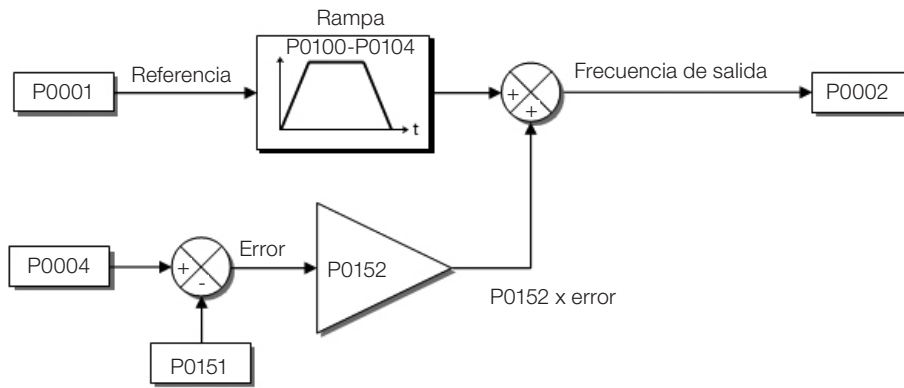
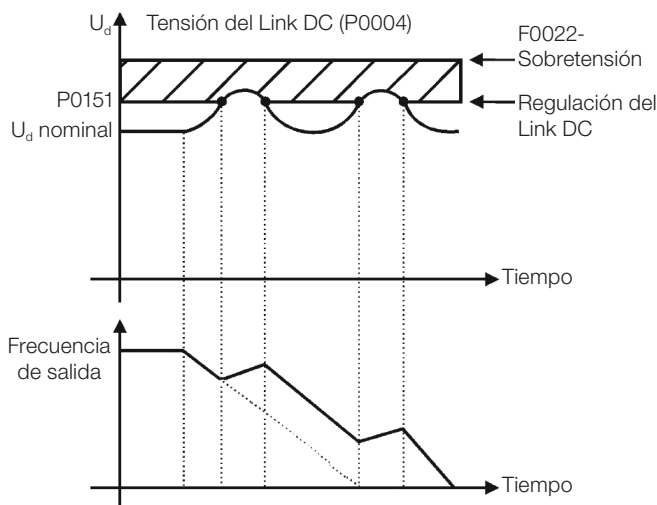

Figura 11.4: Bloque-diagrama de la limitación de la tensión del Link DC – Acelera Rampa
Figura 11.5: Gráfico ejemplo de la limitación de la tensión del Link DC – Acelera Rampa
- Actuación: la tensión del Link DC es medida (P0004) y comparada con el valor ajustado en P0151, la diferencia entre estas señales (error) es multiplicada por la ganancia proporcional (P0152), el resultado es entonces sumado a la salida de la rampa, conforme las Figura 11.4 en la página 11-6 y Figura 11.5 en la página 11-6.